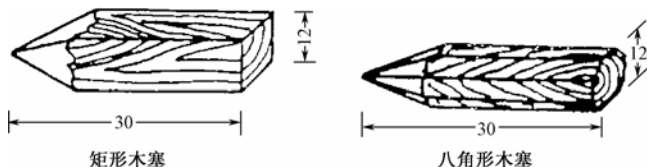

图 6-16 两种木塞
在使用瓷夹板安装导线时，若墙壁是木质结构的，可以用螺钉将瓷夹板固定下来，若是墙砖或水泥结构的，通常需要先安装在墙壁上安装木塞，再将瓷夹板固定在木塞上。若墙壁是墙砖结构，一般安装矩形木塞，若是水泥结构，则安装八角形木塞，这两种木塞如图 6-16 所示。
- ① 用材质松的杉木削制出图 6-16 所示的木塞。
- ② 用电锤或手电钻在墙壁上钻出一个直径为 10cm（较木塞直径小）、深度较木塞长的小孔。
- ③ 再用锤子将木塞锤入小孔内。